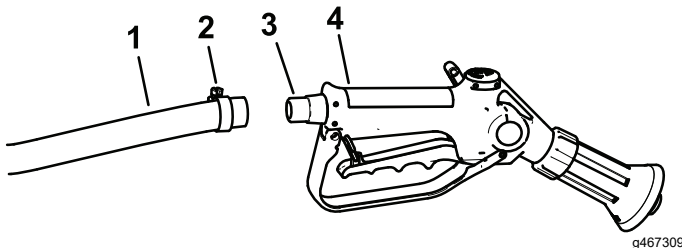

Figure 52
2. Connectez l'extrémité libre du long flexible au raccord du pistolet pulvérisateur (Figure 52).